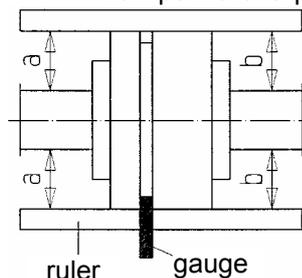

Рис. 4 - Регулировка муфты с линейкой (ruler) и калибром (gauge).
- Регулировка считается правильной, если линейка, положенная продольно на обе полумуфты, оказывается равноудаленной от любого из валов в любых точках окружности, а расстояние между торцами полумуфт, измеряемое простым или цифровым калибром согласно Рис.4 или Рис. 5, остается неизменным при любых взаимных поворотах валов..